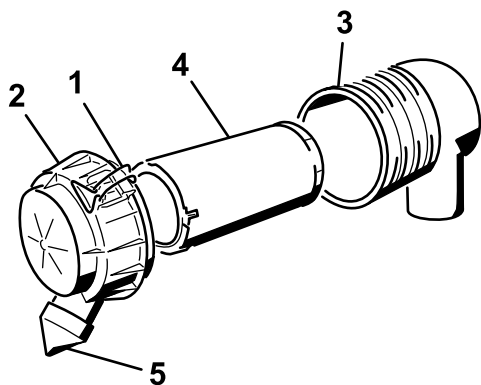

Figura 28
3. Rilasciate i dispositivi di fermo del filtro dell'aria e togliete il coperchio dal corpo del filtro (Figura 28).
6. Estraiete con cautela il filtro dal corpo del filtro dell'aria (Figura 28).
8. Montate il filtro con attenzione (Figura 28).
9. Montate la copertura del filtro dell'aria con il coperchietto antipolvere orientato verso il basso e fissate i fermi (Figura 28).